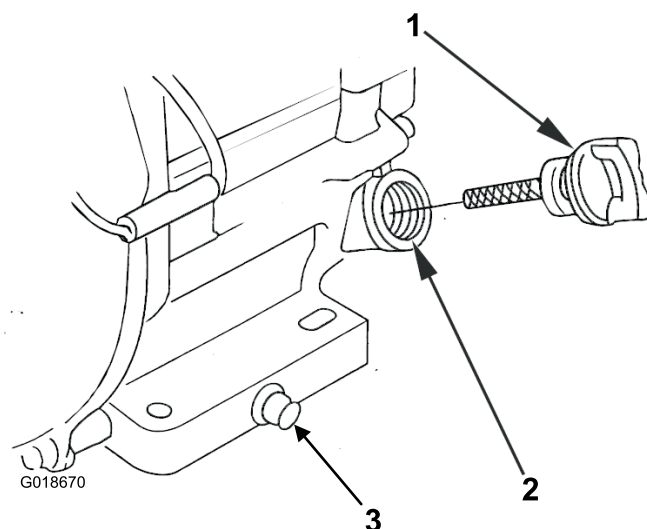

Figure 25
4. Retirez le bouchon de remplissage/la jauge de niveau d'huile et essuyez-la sur un chiffon propre (Figure 25).